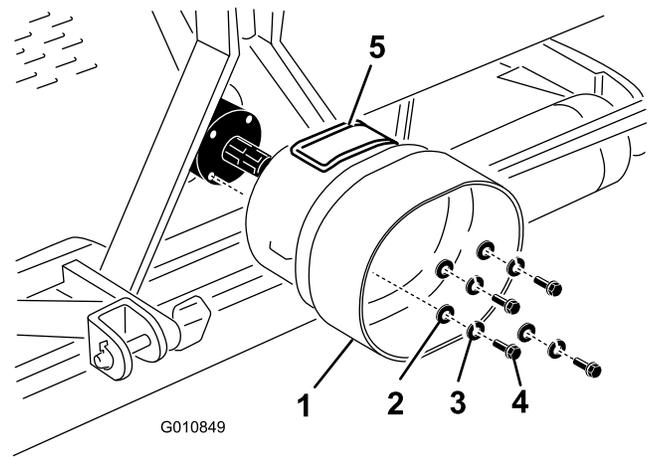

Figura 19
- Monte el protector de la TDF en la caja de engranajes del aireador con los herrajes que retiró anteriormente (Figura 19). Al montar el protector de la TDF, asegúrese de que el panel de acceso (Figura 19) está posicionado en la parte superior o lateral, dependiendo de la configuración del bastidor del aireador.
Nota: El panel de acceso (Figura 19) puede abrirse para facilitar el desmontaje y la instalación de los herrajes de montaje del árbol de la TDF.
- Retire los 4 pernos, las arandelas de freno y las arandelas planas que están sujetas a la parte trasera de la caja de engranajes del aireador (Figura 19).